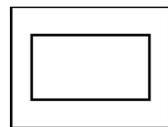

图 1-38 中心重合的矩形
**【实例 1-16】** 先绘制一个 200 mm×150 mm 的大矩形，再绘制一个 150 mm×80 mm 的小矩形。移动小矩形，要求此矩形的中心与大矩形的中心重合。完成后的矩形如图 1-38 所示。
- ①绘制大矩形及其对角线。
- ②绘制小矩形及其对角线。
- ③将小矩形以对角线中点为基点移到大矩形对角线中点处，删除多余的两条对角线。